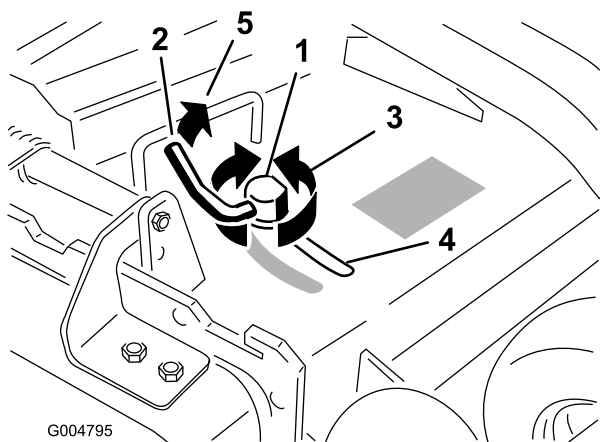

Figure 29
- Pour régler le verrou à came, soulevez le levier pour desserrer le verrou (Figure 29).
- Repoussez le levier à sa position d'origine pour serrer le déflecteur et le verrou (Figure 29).